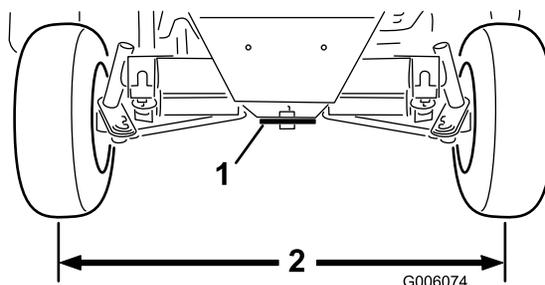

Figura 58
3. Ajuste las bielas hasta que la distancia de centro a centro entre las ruedas traseras, por delante y por detrás, sea la misma (Figura 58).